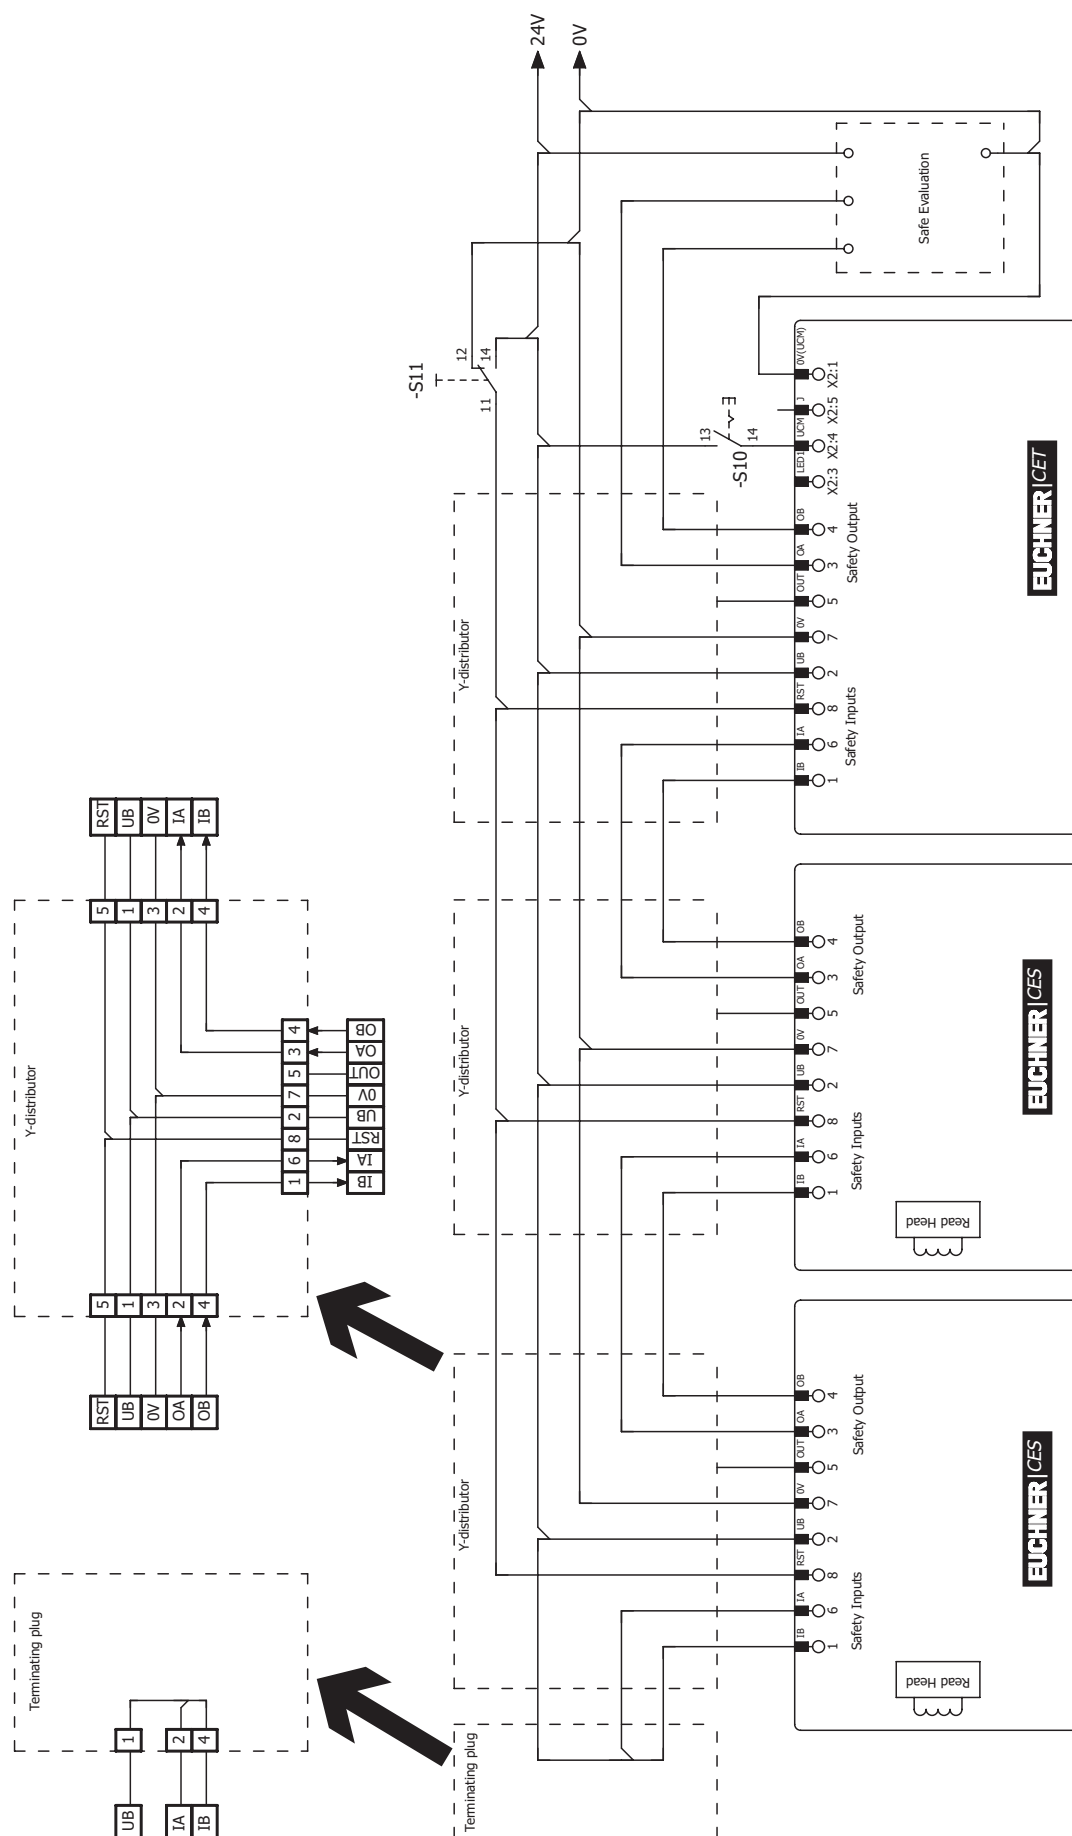

Figura 8: Ejemplo de conexión para el funcionamiento en una cadena de interruptores CES-AR
- › En caso de utilizar el interruptor CET-AR con circuito de retorno, este debe estar en la última posición de la cadena de interruptores (véase la *Figura 8 en la página 31*).
- › Debe utilizarse una señal común para todos los interruptores de la cadena. Puede tratarse de un conmutador, pero también se puede utilizar la salida de un sistema de control. No deben utilizarse pulsadores, ya que el reinicio siempre debe estar en GND durante el funcionamiento (véase el interruptor S11 en la *Figura 8 en la página 31*).
Para que esto sea posible, la entrada RST debe conectarse como se muestra en la *Figura 8 en la página 31*.